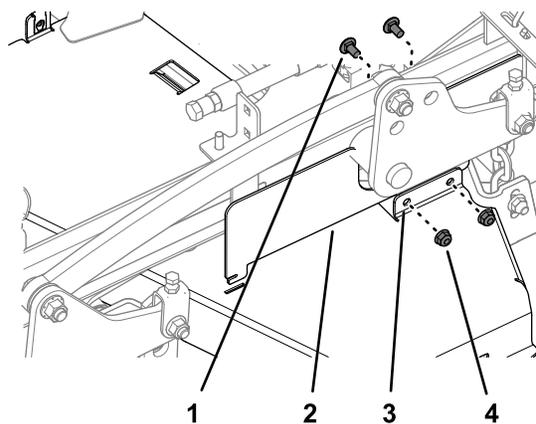

図 36
3. 左側 CE カバーを左側ベルトカバーに固定しているキャリッジボルト2本とロックナット2個を外す **図 36**。